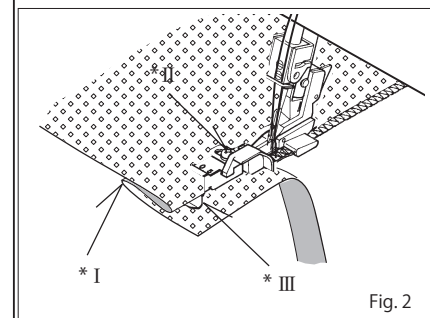
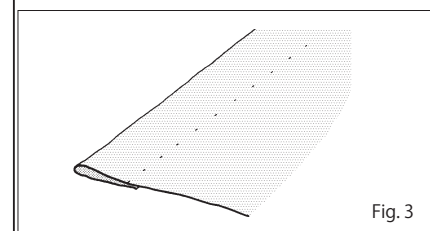

Fig. 2
Fig. 3
2. Placera tyget under pressarfoten med "fel" sida upp. Mata den veckade kanten genom guiden på fotens framsida och sänk pressarfotspaken. Försök med ett styng (eller flera stygn) på en restdel av det faktiska tyget och justera guiden så att nålen precis fångar vecket. Justera guiden med den lilla skruven högst upp på foten, se fig. 2.
3. När korrekt inställd, sy fällen. Den yttre kanten kommer att skäras bort av maskinen, se även fig. 2. När det är slutfört öppnar du och trycker på nytt. Stygnen ska bara nästan osynliga på "rätt" sida av tyget, se fig.3.